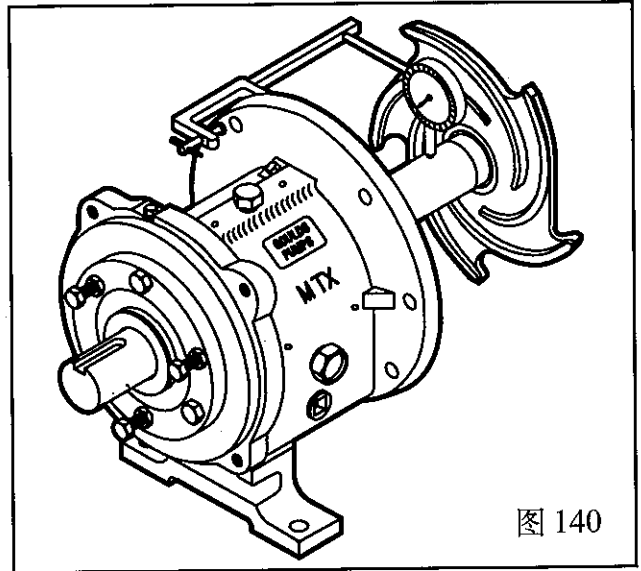

图 140
3. 检查轴 / 轴套的径向跳动, 如使用轴套则套上轴套(126), 并旋上叶轮拧紧, 将轴转动 360°, 如果百分表最大读数超过 0.002 英寸, 拆卸并分析原因, 拆下叶轮和轴套(图 140)。